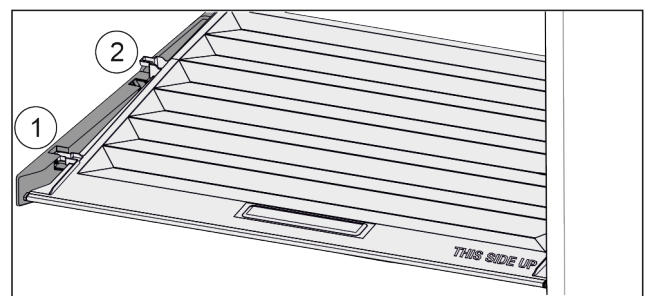

Fig. 45
- Издърпайте напред Fig. 45 (1) капака до отвора в задържащите части.
- Повдигнете го отзад отдолу и отстранете Fig. 45 (2) нагоре.